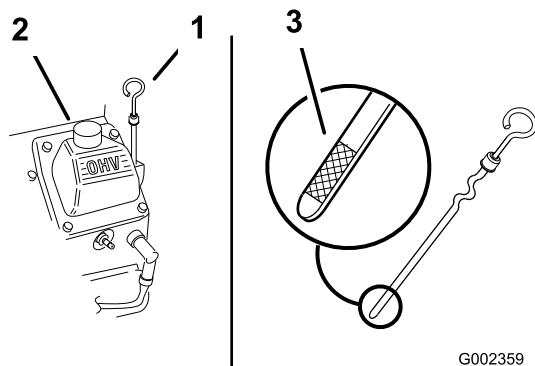

Рисунок 16
3. Очистите поверхность вокруг масломерного щупа (Рисунок 16), чтобы загрязнения не могли попасть в заливное отверстие и привести к повреждению двигателя.
4. Выверните масломерный щуп и на чисто протрите его конец (Рисунок 16).
5. Вставьте масломерный щуп в заливную горловину до упора, но не заворачивайте в нее (Рисунок 16).
6. Медленно залейте примерно 80% указанного количества масла в заливную горловину (Рисунок 16).